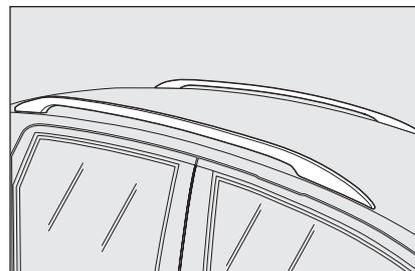

fig. 121
**AVVERTENZA** Si raccomanda di utilizzare barre portatutto **fig. 121** fornite in Lineaccessori Fiat. Seguire sempre scrupolosamente le istruzioni di montaggio contenute nel kit. Il montaggio deve essere eseguito da personale qualificato.